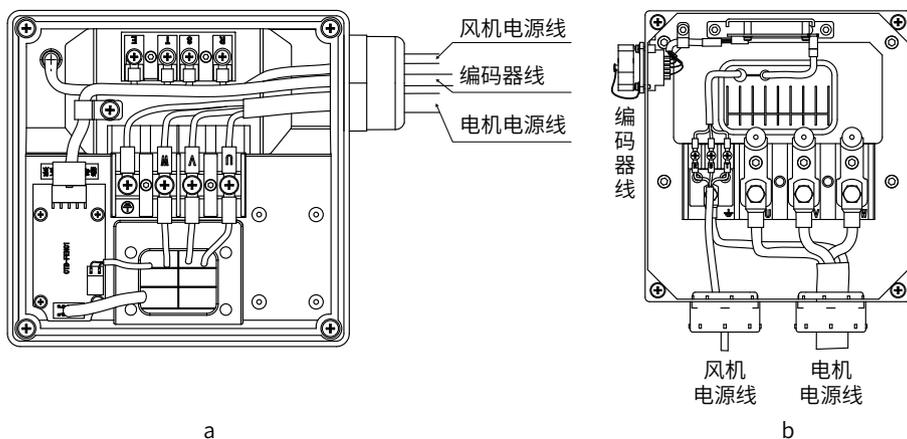

图 2 接线示意图
3.1.2 电机端子侧 U、V、W 连接端子必须与驱动器端的 U、V、W 接线端子接线一一对应，如图 2 a, b；
3.1.3 编码器电缆插头的插接要牢固，接线盒内的编码器电缆固定线夹要可靠紧固，如图 2 a, b；